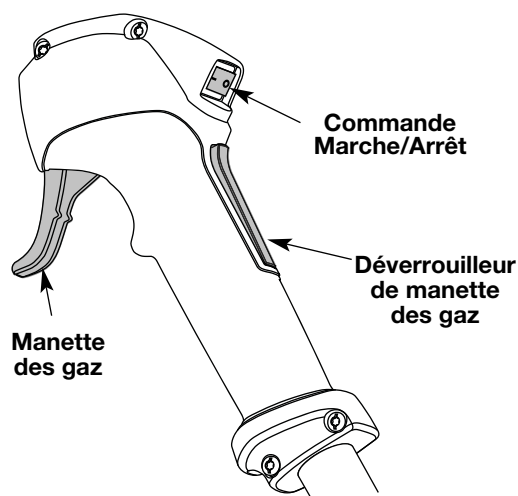

Fig. 15
2. Vérifiez si l'interrupteur On/Off est bien en position ON (I) (Fig. 15).